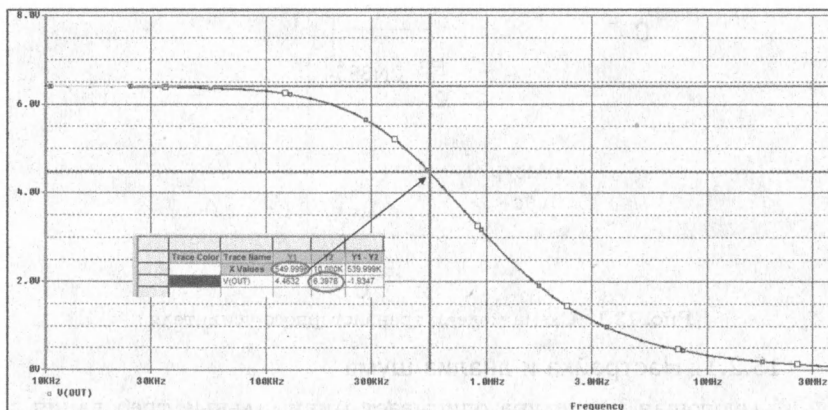

Рис. 13.3. АЧХ усилителя
2. Проверим работу усилителя и получим амплитудно-частотную характеристику (рис. 13.3). Мы видим, что усиление на низких частотах составляет примерно 6,4, полоса пропускания 549,99 кГц. Следовательно, усилитель функционирует нормально.